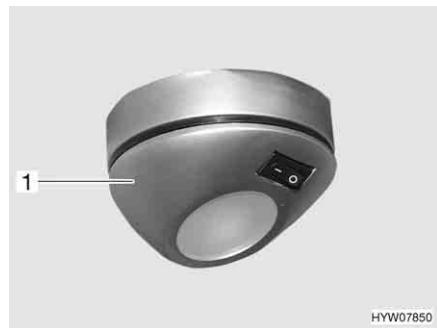

Fig. 91 Lampada alogena sospesa
- Togliere con cautela la copertura (Fig. 91,1) verso il basso.